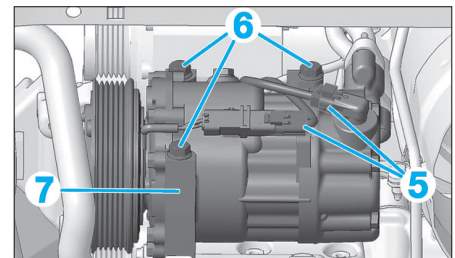

Fig. 3
- Débrancher les connecteurs (5) (Fig.3).
- Déposer les vis de fixation du compresseur de climatisation (6).
- Ecarter le compresseur (7) sans ouvrir le circuit frigorigène.